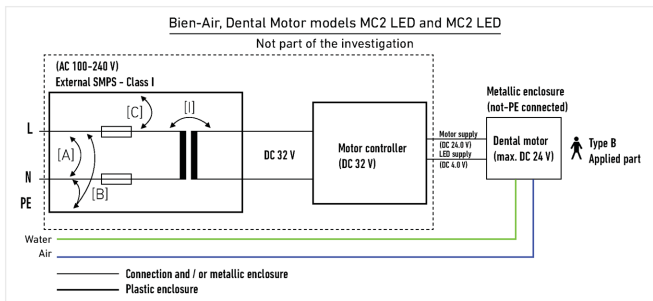

FIG. 1
Elektrisk sikkerhed kan kun gøres gældende, når enheden anvendes i henhold til ovenstående isoleringsskema. **FIG. 1.**
- Når det anvendes i henhold til isoleringsskemaet **FIG. 1.**, er enheden i overensstemmelse med følgende punkter i IEC 60601-1:
Elektromagnetisk kompatibilitet mellem motorer og kompatible slanger er blevet verificeret for en testsætning, der repræsenterer typisk endelig anvendelse i henhold til soleringsskemaet **FIG. 1.**
Anbefalet installation svarer til isolationsdiagrammet FIG. 1.